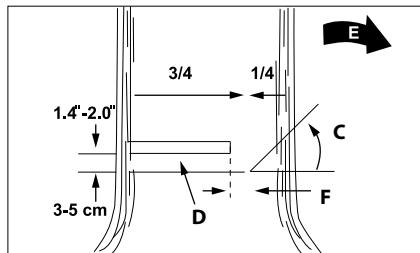

Рис. 15
Увага! Не ходіть перед деревом, на якому вже зроблені надпили. Остаточний зріз (D) виконується із зворотного боку дерева в 3-5 см над горизонтальною основою надпилу (C) (рис. 15).